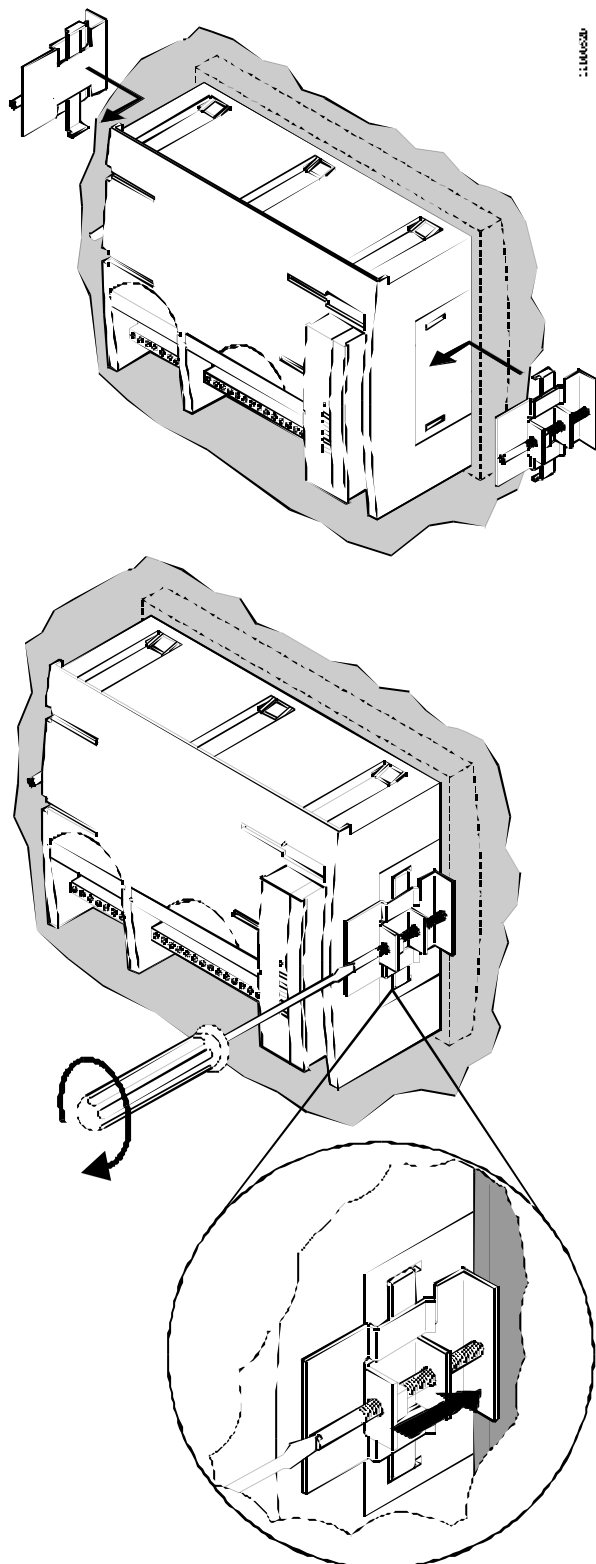

Fig. 12. Fijar el controlador con las clapetas de montaje a frente de armario.
5. Ajustar las clapetas de montaje en ambos lados del controlador y apretar los tornillos con un destornillador, según Fig. 12.